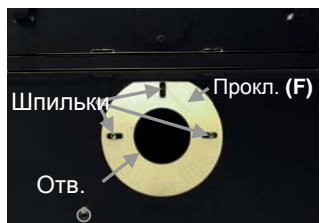

Рис. 42
1. Снимите (3) или (4) фланцевые гайки со штырей на монтажном отверстии горелки (Рис. 42)
2. Установите входящий в комплект поставки уплотнитель горелки (F) на штыри. Примечание: герметик не используется.